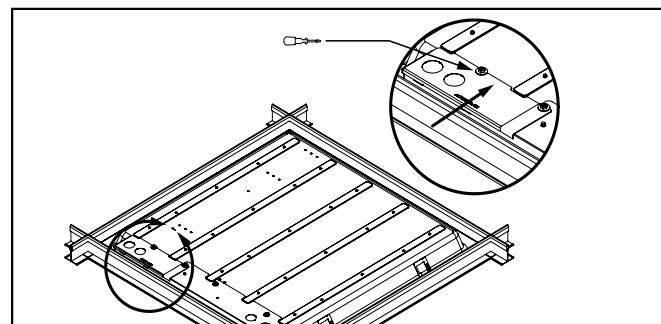

Imagen 6.
3. Inserte todos los cables y conectores en la caja de conexiones de luminario, reemplace la placa de acceso eléctrico y asegúrela en su lugar con un tornillo (Imagen. 6).